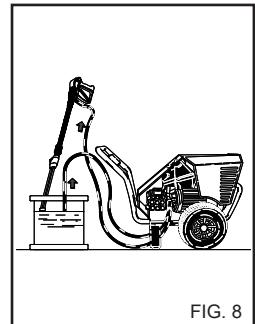

FIG. 8
Na het gebruik met een wasmiddel dient het aanzuigcircuit van het wasmiddel met schoon water gespoeld te worden (Fig. 8).
1) Na het gebruik met schoonmaakproduct, het watercircuit spoelen: de pomp 1 minuut laten draaien met de doseerkraan volledig dichtgedraaid. (Fig. 8).
4) Spoel na gebruik met reinigingsmiddel, het aanzuigcircuit; steek de aanzuigslang (fig. 8) van reinigingsmiddel in een reservoir met schoon water en laat de pomp 1 minuut werken, en met de lans in afgiftestand van reinigingsmiddel.